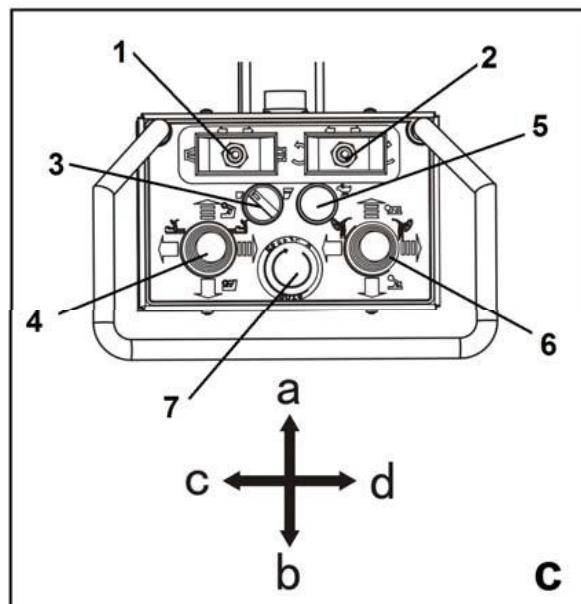

Рисунок 11
Панель управления (рис. 11) является портативной и позволяет оператору выбрать рабочее положение, наиболее удобное для каждого из случаев. На панели управления сконцентрированы все команды, а именно:
– выключатель 1, (рис. 11): переместите его в положение «с», чтобы открыть самоцентрирующуюся цангу; переместите его в положение «д», чтобы закрыть самоцентрирующуюся цангу;
– переключатель вращения 2 (рис. 11): переместите его в положение «с», чтобы повернуть самоцентрирующуюся цангу против часовой стрелки; переместите его в положение «д», чтобы повернуть самоцентрирующуюся цангу по часовой стрелке.
– переключатель скорости вращения 3 (рис. 11): при повороте влево самоцентрирующаяся цанга вращается медленнее; при повороте вправо самоцентрирующаяся цанга вращается быстрее.
– джойстик (1) 4 (рис. 11): переместите его в положение [a], чтобы поднять рычаг патрона; переместите его в положение [b], чтобы опустить рычаг патрона; переместите его в положение [c], чтобы отодвинуть рычаг патрона и технологическую тележку друг от друга; переместите его в положение [d], чтобы переместить рычаг патрона и технологическую тележку навстречу друг другу.
– кнопка скорости тележки 5 (рис. 11): нажмите на нее, и рычаг патрона и технологическая тележка будут двигаться быстрее; отожмите ее, и рычаг патрона и технологическая тележка будут двигаться медленнее.
– джойстик (2) 6 (рис. 11): переместите его в положение [a], чтобы поднять кронштейн снимающего рычага; переместите его в положение [b], чтобы опустить кронштейн снимающего рычага; переместите его в положение [c], чтобы повернуть диск для разрыва борта в рабочее положение; переместите его в положение [d], чтобы повернуть инструментальную головку в рабочее положение.
– кнопка аварийной остановки 7 (рис. 11): нажатие на нее может немедленно остановить работу машины.